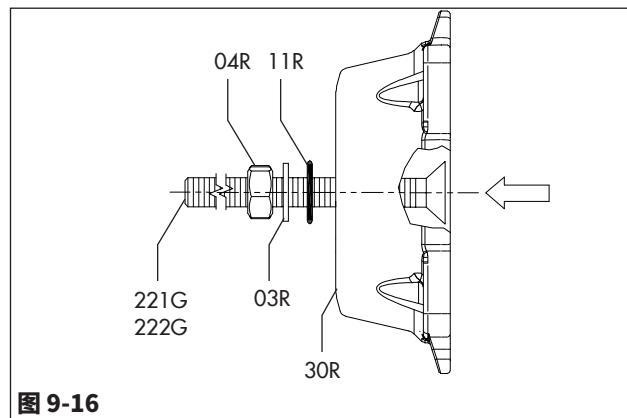

图 9-16
- 如图9-16所示,将止动螺钉(221G/222G)拧入端盖(30)中,将螺钉头与端盖表面相对准。